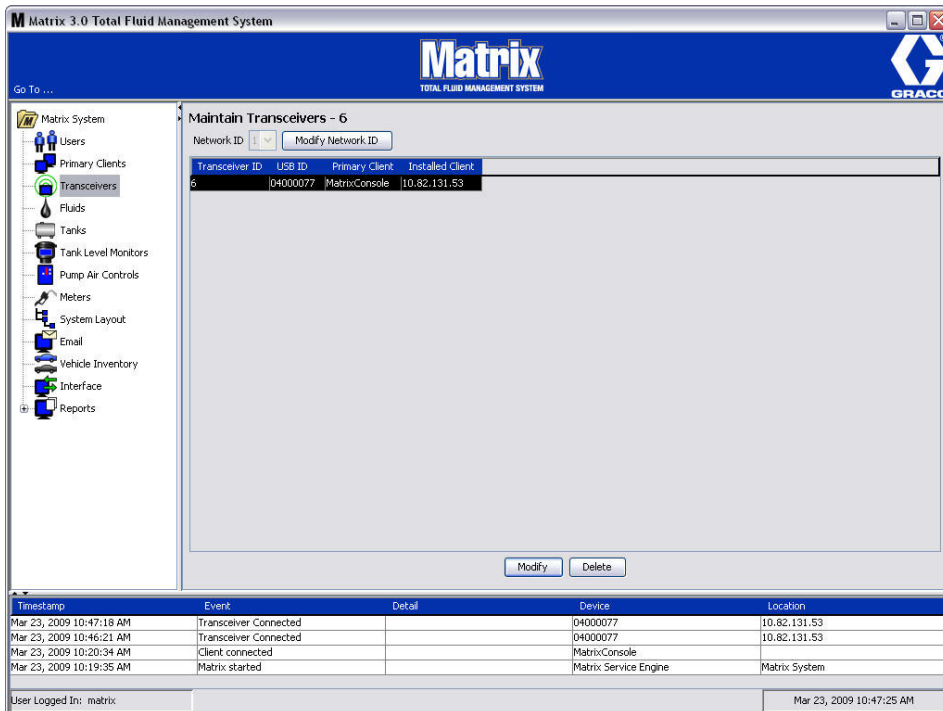
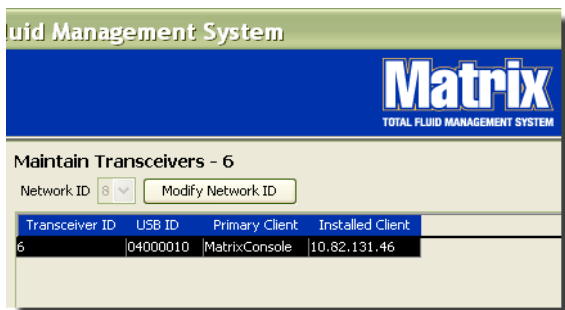

FIG. 83
FIG. 84
La pantalla Transceptor que se representa en la FIG. 83 se utiliza para:
2. Para configurar la ID de red, seleccione el botón Modificar ID de red que se representa en FIG. 84.
4. El número de ID de red seleccionado ahora se visualiza en la parte superior de la pantalla Transceptor, en el campo ID de red según representa en las FIG. 83 y FIG. 84.